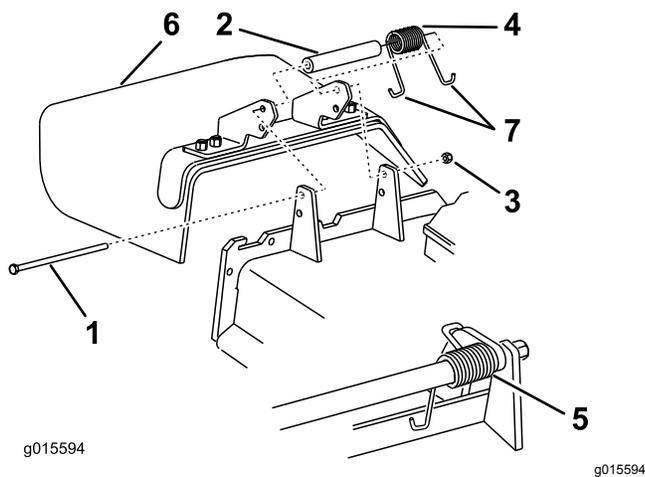

Figure 104
1. Retirez le contre-écrou, le boulon, le ressort et l'entretoise qui fixent le déflecteur aux supports de pivot (Figure 104).
2. Enlevez le déflecteur s'il est endommagé ou usé (Figure 104).
Remarque: Prenez soin de placer 1 extrémité en J du ressort derrière le bord du tablier avant de mettre le boulon en place, comme montré à la Figure 104.
- Accrochez l'extrémité en J du ressort au déflecteur d'herbe (Figure 104).